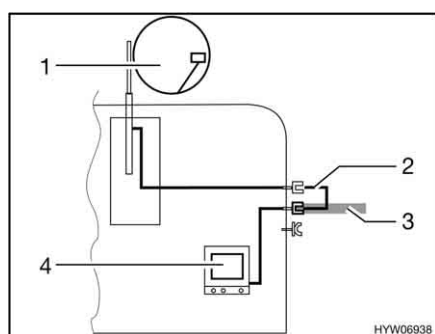

Fig. 177 TV dans le véhicule
- TV dans le véhicule (Fig. 177,4) : Raccord à l'antenne sur le toit (Fig. 177,1) avec câble d'alimentation (Fig. 177,2)
- TV dans le véhicule (Fig. 177,4) : Raccord à l'antenne extérieure (Fig. 177,3)